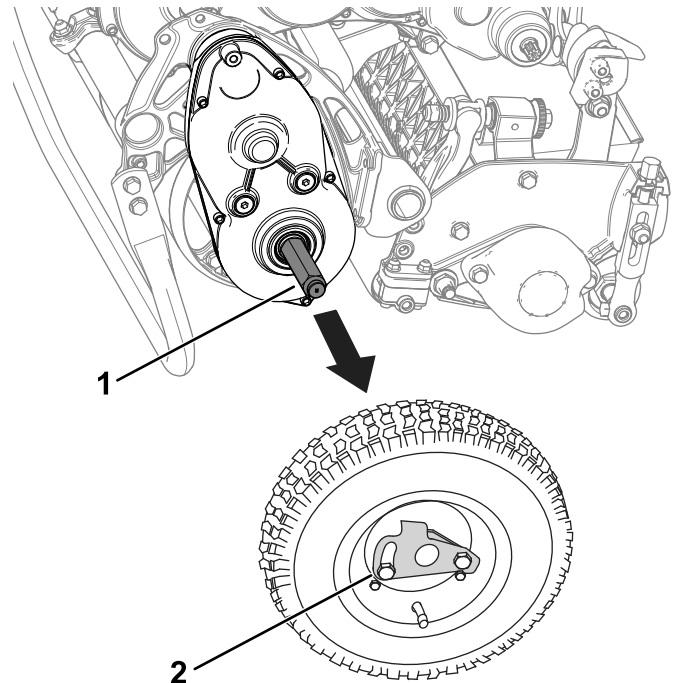

図 12
3. ホイールロッククリップを外して移動走行用タイヤをアクスルから外す 図 12。